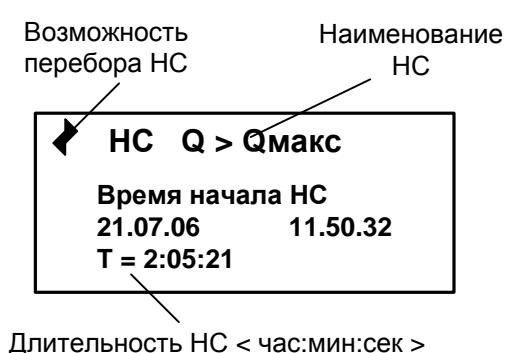

Рис. 2. Вид окна индикации информации о НС.
**НС** и нажать кнопку  , после чего открывается окно, вид которого показан на рис.2. При одновременном возникновении нескольких НС просмотр в окне информации о них производится с помо-